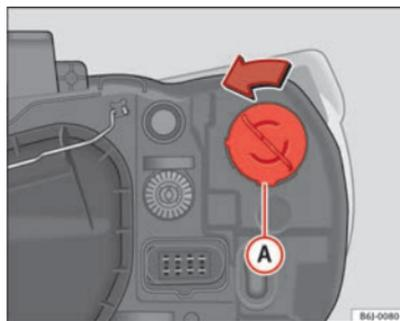

Fig. 146 Luz intermitente faro simple
- Gire el portalámparas ⇒ fig. 146 **A** a la izquierda y tirar.